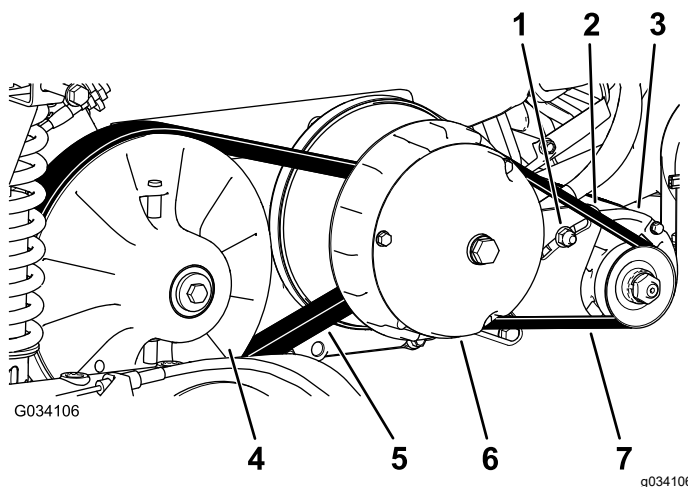

Рисунок 62
4. Проверните и осмотрите ремень (Рисунок 62) на наличие чрезмерного износа или повреждений.
3. Поверните и проложите ремень поверх вторичного сцепления (Рисунок 62).
4. Снимите ремень с главного сцепления (Рисунок 62).
5. Проложите новый ремень поверх главного сцепления (Рисунок 62).
6. Поверните и проложите ремень поверх вторичного сцепления (Рисунок 62).
2. Ослабьте затяжку регулировочной гайки стартера-генератора (Рисунок 62).
4. Нажав на монтировку вниз, поверните стартер вниз в пазу таким образом, чтобы натяжение ремня позволяло отклонять его только на 6 мм при воздействии усилия в 44 Н·м (Рисунок 62).
5. Затяните регулировочную гайку от руки и снимите монтировку (Рисунок 62).